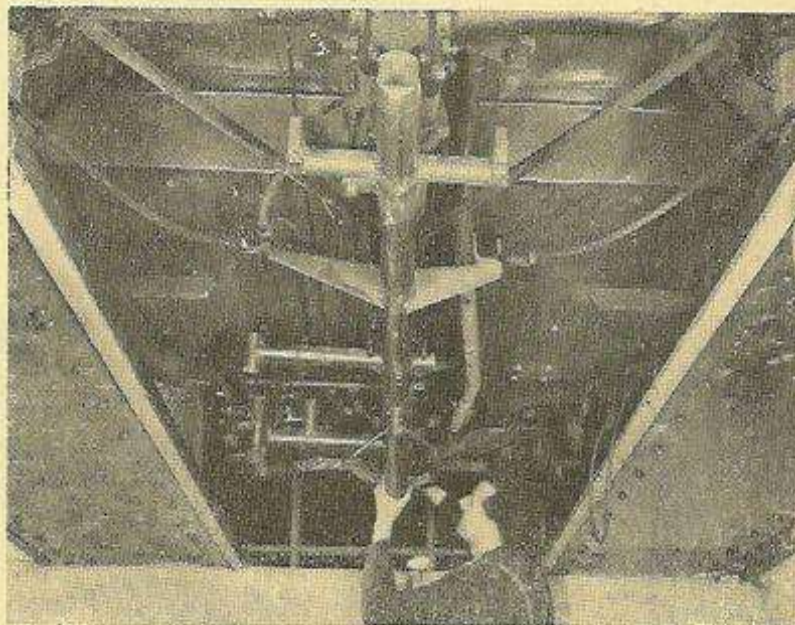

Fig. 62. — Mise en place du faux châssis.
- Placer la poutre de soutènement sous la coque (fig. 62) ;